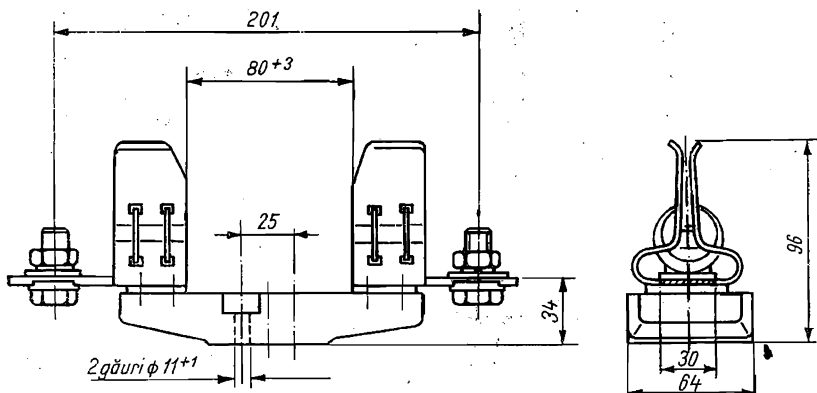
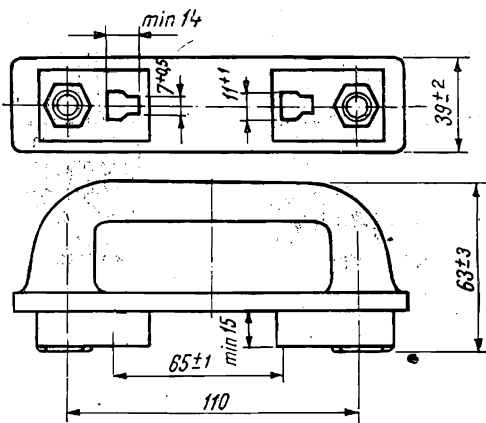

Fig. 5.27. Socluri pentru siguranță MPR 315 A cod 2370.
Fig. 5.29. Miner pentru patroane de siguranță tip MPR 315 și 630 A cod 2530.
*Patronul* (fig. 5.25; 5.26; 5.30 și 5.31) este format dintr-un corp ceramic avînd la capete două cuțite de contact, între care se fixează fuzibilul; se execută cu acțiune rapidă și ultrarapidă. *Suportul* (fig. 5.27, 5.28, 5.32 și 5.33) este compus dintr-o piesă ceramică și două furci de contact, care servesc și ca borne de legătură. Introducerea și scoaterea patronului din furci se realizează cu ajutorul unui mâner (fig. 5.29, 5.32 și 5.33) ce poate fi detașat de patron. Caracteristicile tehnice a fiecărui element component sînt date în tabelele 5.17...5.21.